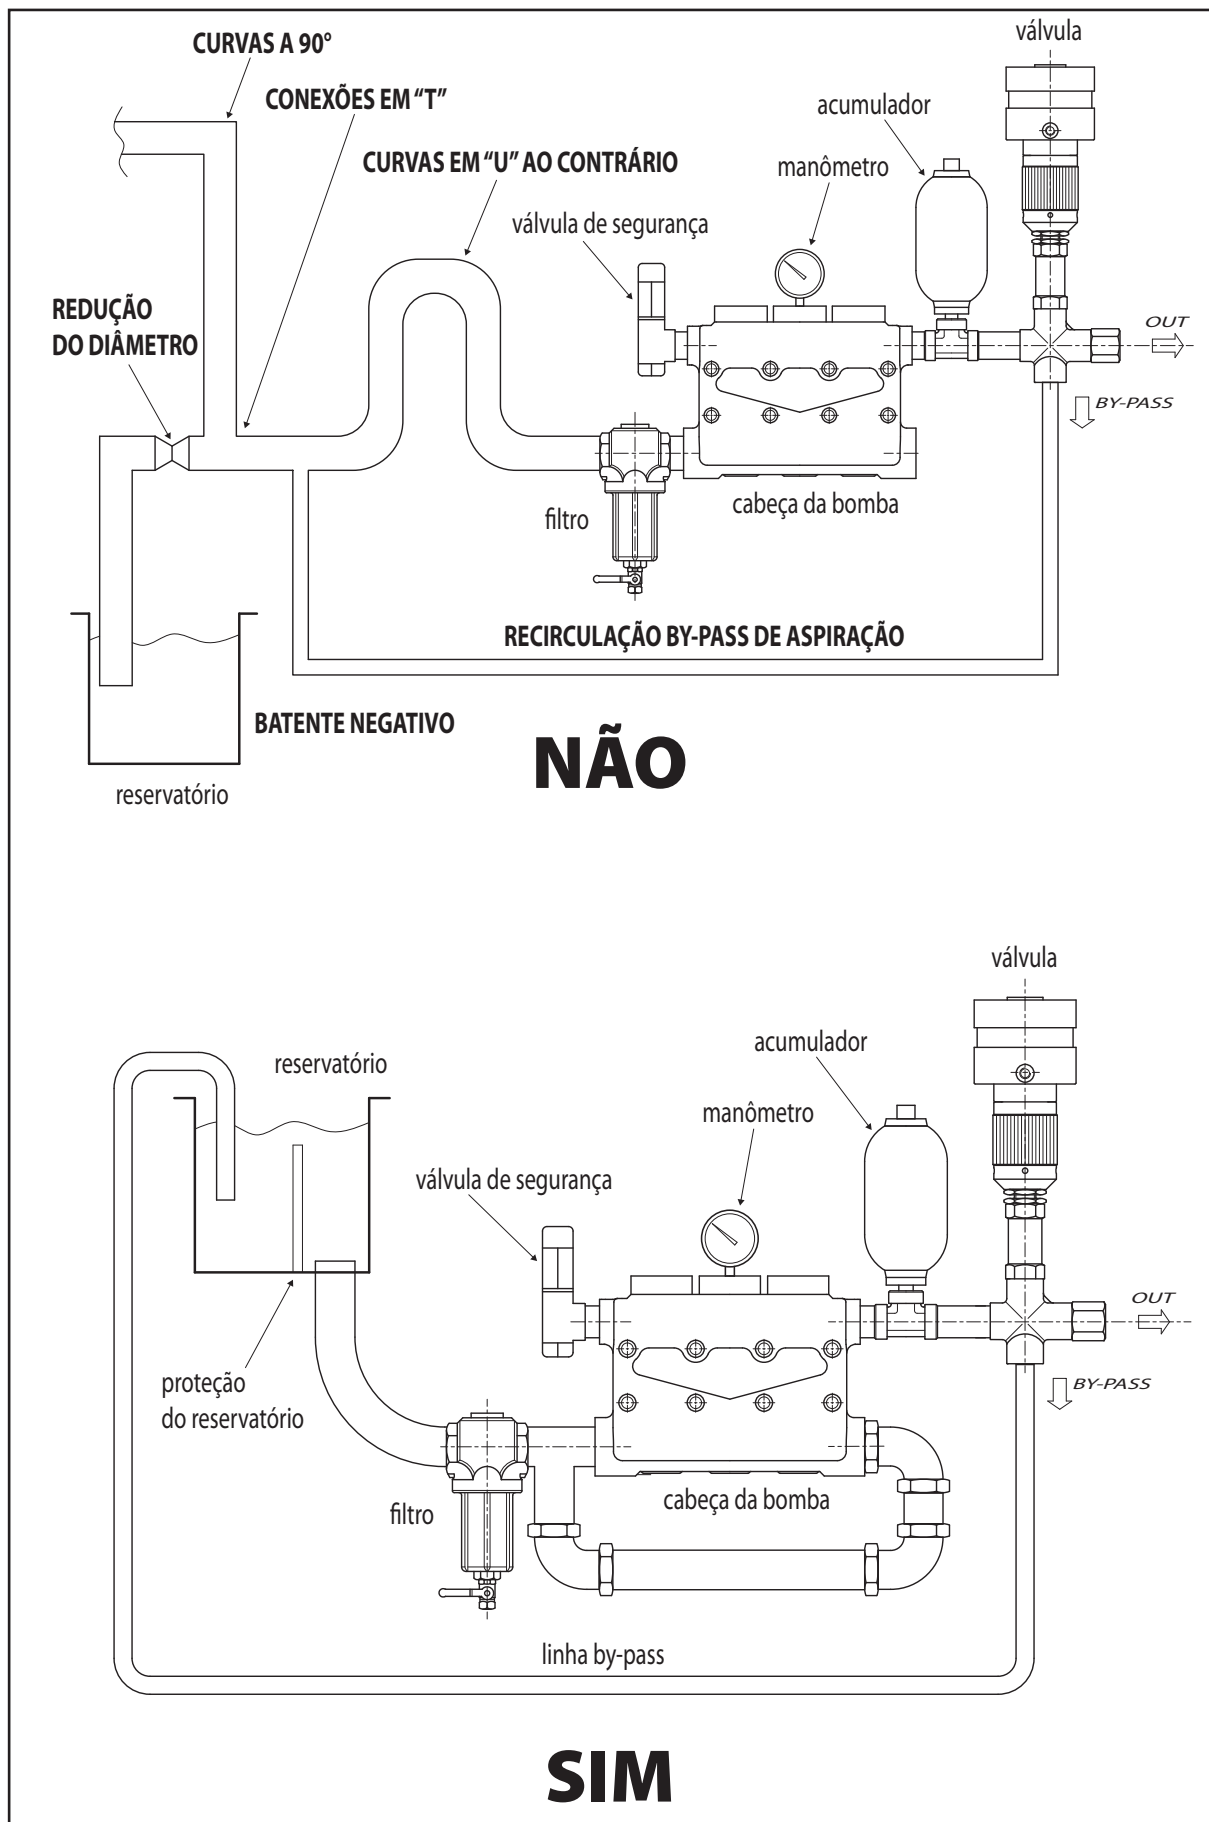

Fig. 2
- Durante a fase de aspiração à bomba evite qualquer tipo de estrangulamento, declives e curvas em “U” ao contrário. Verifique também que as características do circuito sejam tais que impeçam o esvaziamento dos tubos de aspiração no momento de parada da bomba (vide fig. 2).